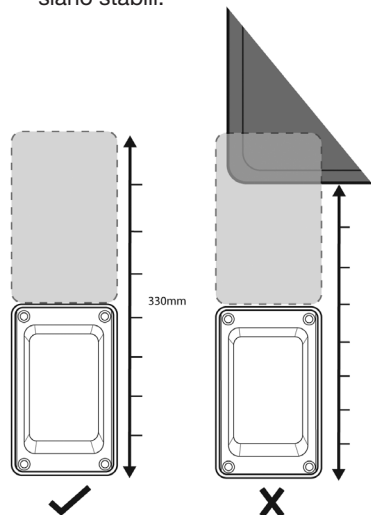

Figura 2.
- (Figura 2) Accertarsi di avere sufficiente spazio per l'installazione inclusa la distanza sufficiente per il coperchio Easi-Slide Whale durante l'installazione e l'apertura.